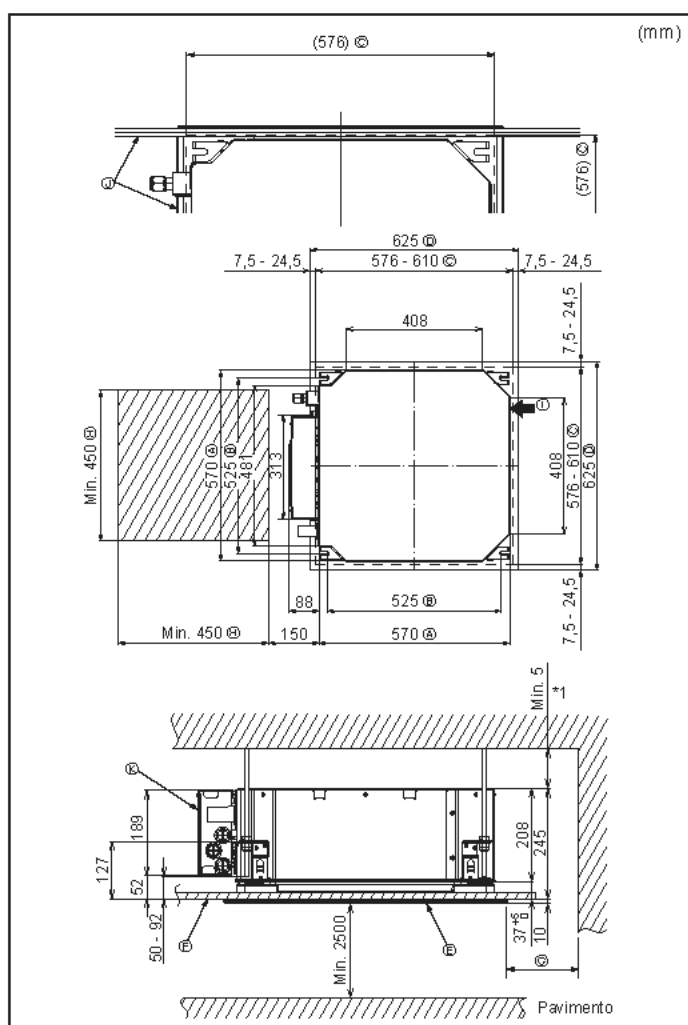

Fig. 4-2
②	Rondella (con materiale isolante)	4
③	Rondella (senza materiale isolante)	4
④	Protezione per tubi (per giunto tubi del refrigerante)	1
⑤	piccolo diametro (liquido)	1
⑥	grande diametro (gas)	1
⑦	Nastro (grande)	6
⑧	Nastro (medio)	2
⑨	Nastro (piccolo)	2
⑩	Manicotto di drenaggio	1
⑪	Isolamento	1
4.2. Posizione delle aperture a soffitto e dei bulloni di sospensione (Fig. 4-2)